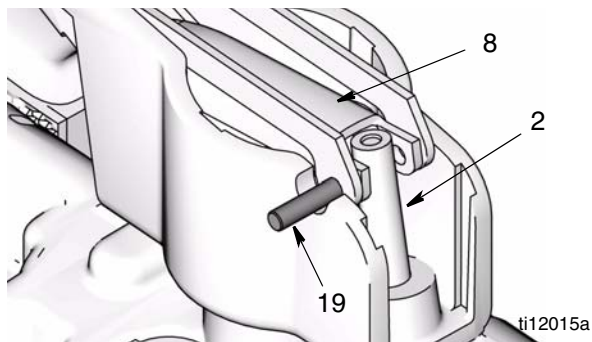

FIG. 15
4. Voltee el medidor y colóquelo en una prensa de tornillo. Alinee los orificios del conjunto del disparador con los orificios de la varilla de disparo (2). Use la varilla de disparo anterior o una varilla o espiga que no sea metálica para empujar y expulsar la varilla de disparo de la carcasa del medidor
(FIG. 15) lo suficiente para ver el orificio de la clavija (19) por donde va a desplazarla, sin embargo **no coloque la clavija en este paso.**
5. Instale el conjunto del disparador (8) (FIG. 15). Inserte la clavija (19) a través de los orificios del conjunto del disparador y de la varilla de disparo.